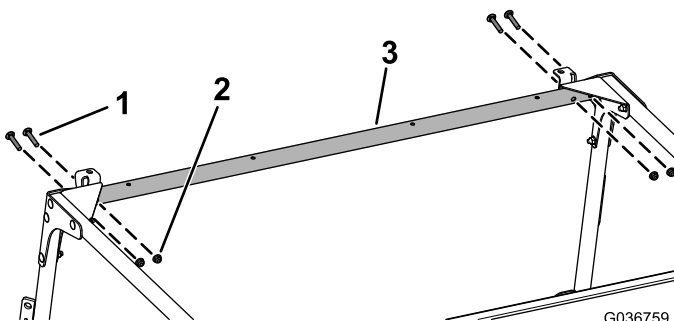

Figura 36
- Instale sem apertar a ligação cruzada frontal nos suportes de montagem frontais e nas placas de canto utilizando 4 parafusos de carroçaria (5/16 x 1³/₄ pol.) e 4 porcas flangeadas (5/16 pol.), como se mostra na Figura 36.